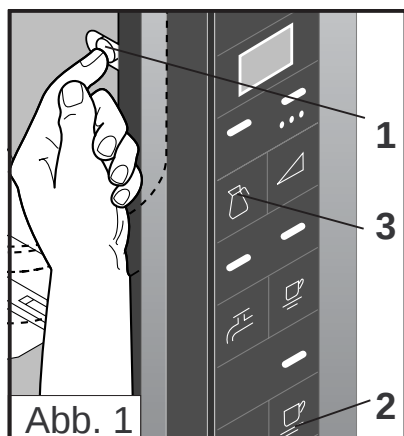

Abb. 1
- Die Tür, das Gehäuse und den Boden des Geräts von innen mit einem feuchten Tuch reinigen. (Abb.1)